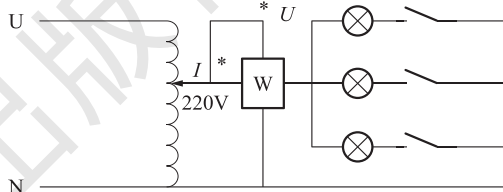

图 2.1.3
5. 按图 2.1.3 接线,测量每个灯泡实际消耗的电功率,并填写表 2.1.4。